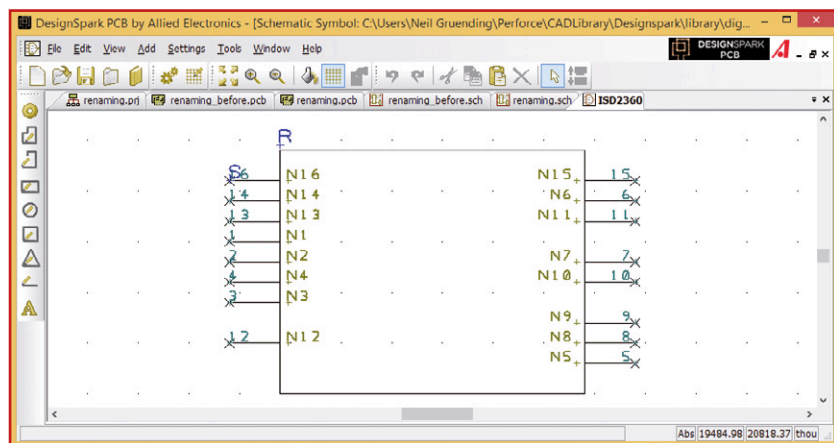

Figure 1.
6. Une fois que sa configuration est flashée, *GesturePort Demo* est autonome. Débranchez la passerelle I²C - USB et connectez la carte *GesturePort Demo* à votre Raspberry Pi comme sur la fig. 1. Vérifiez que *GesturePort Demo* est alimenté par un chargeur USB (mini connecteur USB). Si vous n'en avez pas sous la main, siphonnez l'alimentation sous 5 V du Raspberry Pi.
un peu d'édition, je suis arrivé au symbole de la **figure 1**. Les broches sont là où je les veux, mais, si vous y regardez de plus près, vous remarquerez qu'elles possèdent les noms par défaut N1 à N16. Pour l'instant cela suffira ; nous les changerons plus tard au niveau du composant. Une astuce consiste à disposer dès maintenant des chaînes de caractères temporaires sur les noms des broches pour s'assurer que les noms définitifs tiendront dans le symbole.